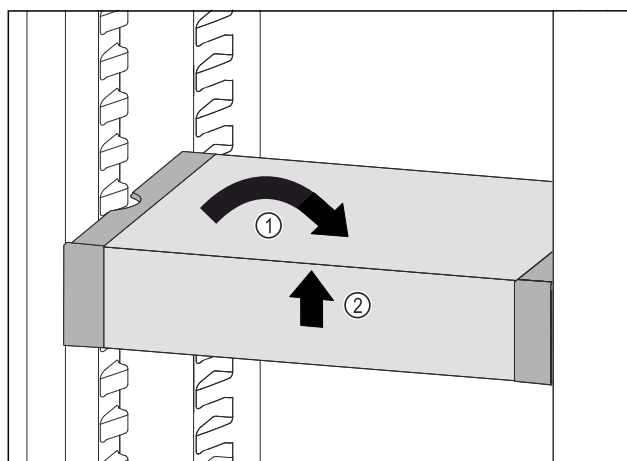

Fig. 108
- ▶ Placer VarioSafe lige Fig. 108 (1)
- ▶ Løft VarioSafe op foran Fig. 108 (2)